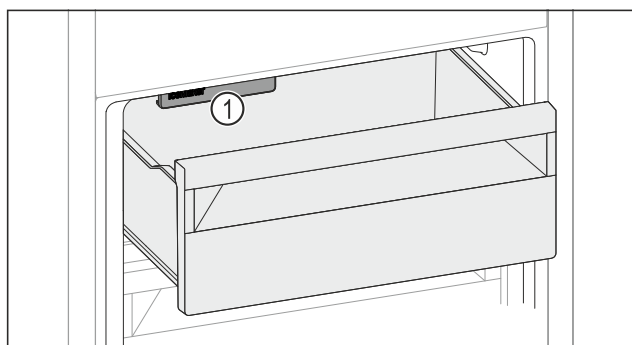

Fig. 113
- ▶ 请考虑 IceMaker Fig. 113 (1)。